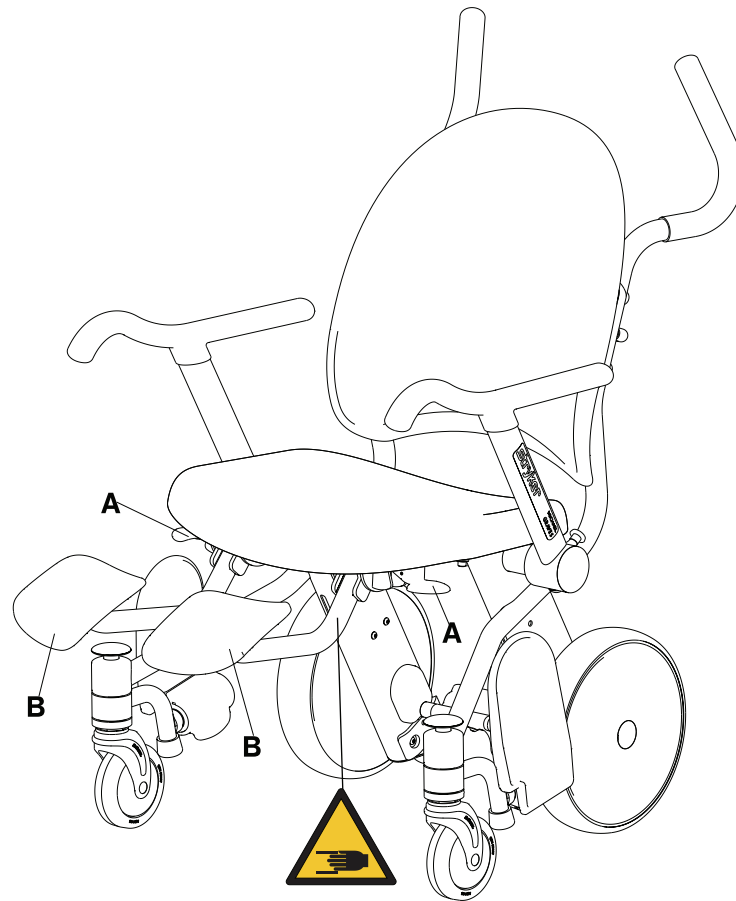

Figura 4-18: Posición de uso del reposapiernas
**Para colocar el reposapiernas para su uso (Figura 4-18 de la página 4-31):**
3. Tire del asa liberadora amarilla (A) debajo del asiento en el lado correspondiente.
4. Tire del reposapiernas (B) hasta que haga clic y se quede fijo en la posición de uso. Presione hacia abajo el reposapiernas para asegurarse de que está bien sujeto.
5. Coloque la pierna del ocupante en el reposapiernas (B).